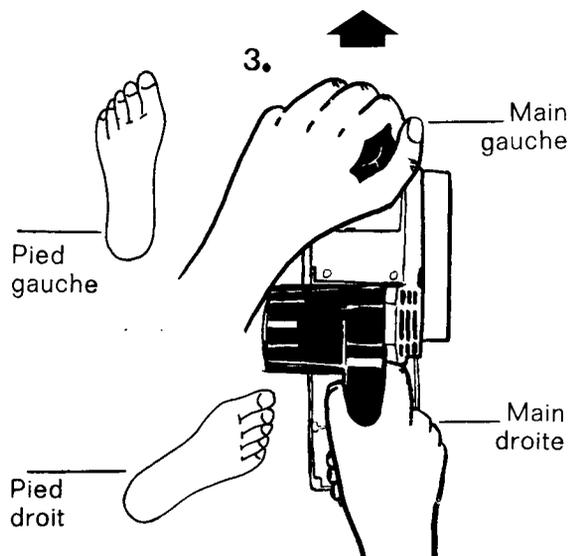

Fig. 4
Empoigner fermement le rabot des 2 mains (fig. 4), puis enclencher l'interrupteur sans mettre la lame en contact avec le bois. On peut bloquer l'interrupteur en enfonçant le poussoir d'arrêt (A) fig. 5. Pour le débloquer, appuyer à nouveau sur la gâchette (B) fig. 5.
Il importe que les pieds soient placés comme indiqué fig. 4, par rapport aux mains (la figure 4 indiquant les positions pour un droitier, il suffit d'inverser celles-ci, pour un gaucher).